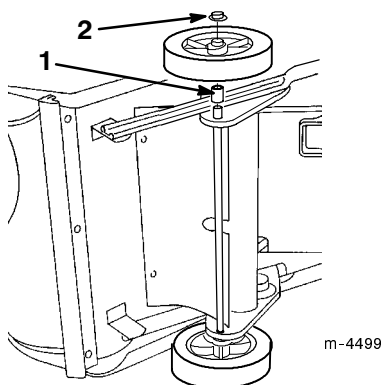

Bild 3
6. Schieben Sie das **lange** Distanzstück und das Rad auf das Ende der linken Achse (Bild 3).